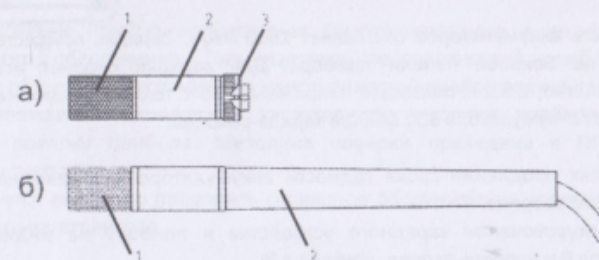
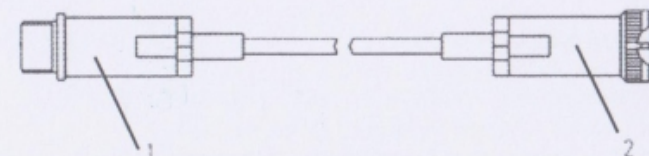

Рисунок 3.12 Измерительные преобразователи
Рисунок 3.13 Кабель-удлинитель для измерительного преобразователя
Измерительный преобразователь выпускается в металлическом корпусе, в котором находится печатная плата. Чувствительные элементы влажности и температуры располагаются внутри колпачка, изготавливаемого из пористого никеля, стали, алюминия или фторопласта в зависимости от исполнения преобразователя, Рисунок 3.12.
Преобразователь, Рисунок 3.12а, можно подключить к измерительному блоку с помощью кабеля-удлинителя, Рисунок 3.13
- 4.3 Соединить измерительный блок и измерительный преобразователь напрямую или соединительным кабелем (см. Рисунок 3.13).